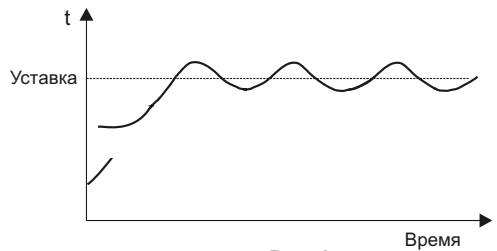
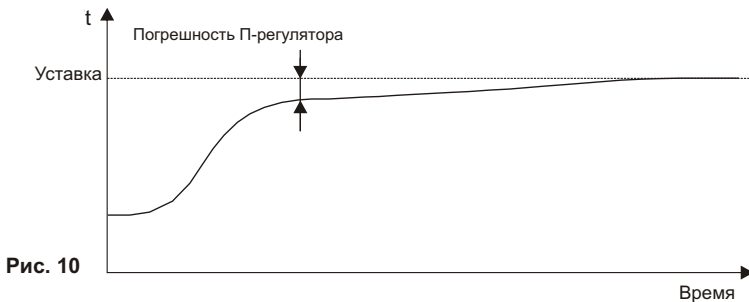
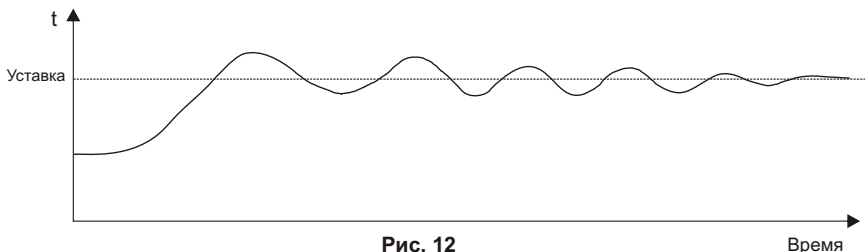

Рис. 9
Рис. 10
Рис. 12
Если в районе уставки происходят незатухающие колебания температуры (Рис. 9), то это свидетельствует о том, что  $K_p$  слишком велико и его необходимо постепенно снизить до исчезновения колебаний. Оптимальным считается  $K_p$ , при котором температура не достигает уставки несколько градусов. Эту разницу называют погрешностью П-регулятора.
1) Если есть необходимость настроить прибор на объект, при уже подобранном  $K_p$ , в процессе регулирования, когда регулируемый параметр не достигает уставки несколько единиц (другими словами, устранить погрешность П-регулятора), то можно найти необходимое значение  $T_i$  методом подбора, изменяя его в процессе работы прибора, наблюдая за характером изменения ширины выходного импульса (светодиода) и параметра (температуры и др.) в системе. При этом необходимо учитывать, что при меньшем значении  $T_i$  увеличивается его влияние, и температура в системе достигнет заданной быстрее, чем при более высоких значениях  $T_i$ , но при слишком малом  $T_i$  в районе уставки начнутся колебания температуры (Рис. 9). При слишком большом значении  $T_i$  температура достигнет заданной, и будет держаться точно на заданном уровне, но выход может оказаться неприемлемо длительным (Рис. 10).
2) В большинстве случаев ПИ-регулятор необходимо настроить так, чтобы параметр выходил на установившийся режим с момента пуска прибора, без коррекций  $T_i$  по ходу процесса регулирования. Рассмотрим пример настройки ПИ-регулятора температуры на определенный объект. Если для выхода объекта (холодного) на заданный температурный режим воспользоваться коэффициентом интегрирования, подобранным в процессе регулирования, как описано выше (Рис. 10 или 11), то мы получим большой первоначальный заброс температуры и последующие слабозатухающие колебания температуры в районе уставки (Рис. 12).